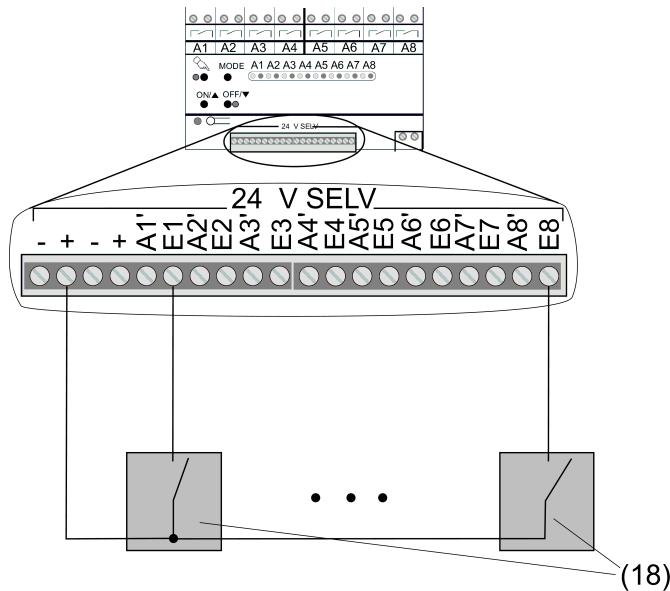

Bild 7: Anschlussbeispiel Taster
- Anschluss gemäß Anschlussbeispiel (siehe Bild 7) vornehmen.